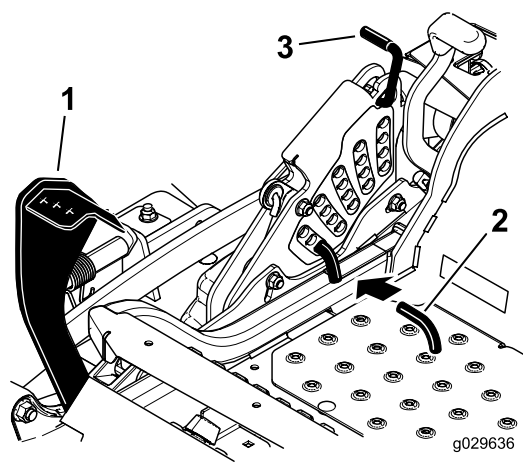

Figure 28
2. Appuyez sur la pédale de relevage du tablier avec le pied et relevez le tablier à la position de transport (qui est aussi la position de hauteur de coupe de 140 mm [5½ po]), comme montré à la Figure 28.
3. Pour changer de hauteur de coupe, tournez la goupille de 90 degrés retirez-la du support de hauteur de coupe (Figure 28).
4. Placez la goupille dans le trou du support correspondant à la hauteur de coupe voulue (Figure 28).